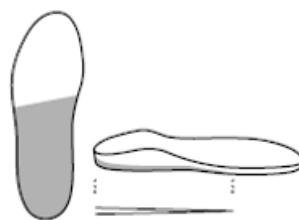
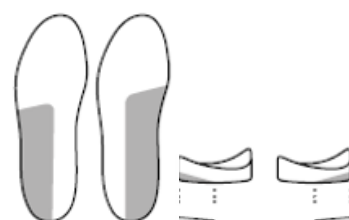

Abb. 1: Fersenkeil bis 5 mm
Abb. 2: Außen-/Innenranderhöhung
- Nachdem das Material abgekühlt ist, kann das Aufbaumaterial an der Schleifmaschine zu einem Fersenkeil (Abb. 1) oder einer Innen- oder Außenranderhöhung (Abb. 2) verschliffen werden. Das Material sollte nach vorn zu den Mittelfußköpfchen auf 0 mm auslaufen (Abb. 2).